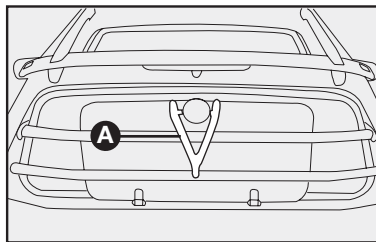

fig. 91
- introducir el cristal del techo practicable, utilizando el casquillo de basculamiento ubicado cerca del vano maletero, en el espacio existente entre el cristal trasero y la red de protección, después hacerlo deslizar entre las dos guías predispuestas **fig. 91**.
- fijar el cristal practicable a la red de protección mediante la correa de goma **A-fig. 91** (presente en la bolsa de herramientas), tal como indicado.